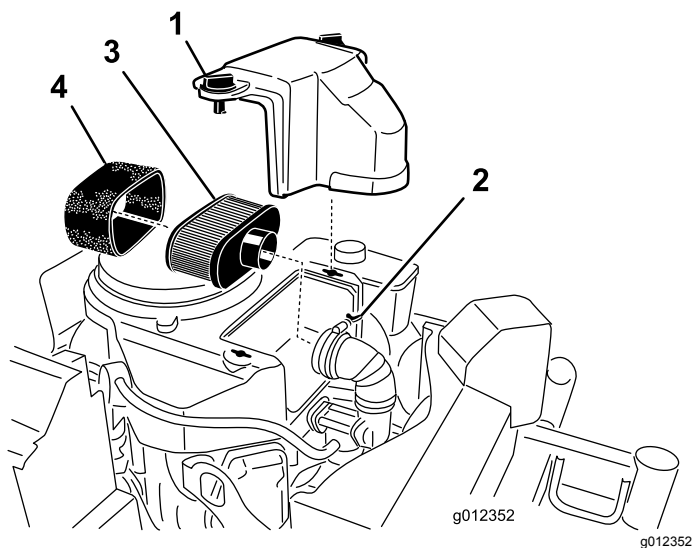

Рисунок 21
3. Очистите зону вокруг воздухоочистителя, чтобы в двигатель не попали загрязнения, которые могут его повредить (Рисунок 21).
4. Отверните ручки крышки и снимите крышку воздухоочистителя (Рисунок 21).
5. Отверните шланговый хомут и снимите узел воздухоочистителя (Рисунок 21).
6. Осторожно снимите элемент из пеноматериала с бумажного элемента (Рисунок 21).
1. Не следует чистить бумажный фильтр. Замените его (Рисунок 21).
1. Осторожно наденьте элемент из пеноматериала на бумажный элемент воздухоочистителя (Рисунок 21).
2. Установите воздухоочиститель в сборе на его основание и закрепите с помощью двух барашковых гаек (Рисунок 21).
3. Установите на место крышку воздухоочистителя и затяните ручку крышки (Рисунок 21).